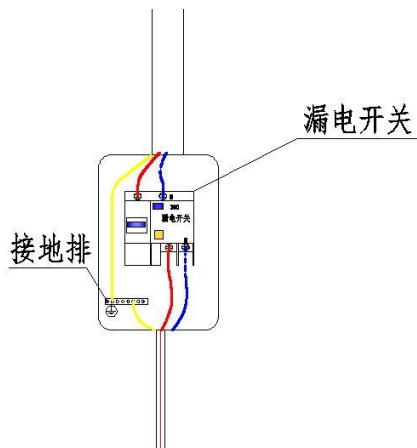

图 21
- (5) 在取电处装好配电箱和漏电开关与接地排，按下图 21 将线接好。